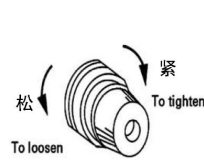

图11 (Fig.11)
- 2.针控线杆的调整(图 11)针线控线杆(B)根据缝线的种类来选择使用状态，放松螺钉(A)将(B)上下移动调整，在使用伸展性较大的缝线时将(B)上移，则针孔处的线环就会变大，利于勾线。
Turn thread knob clockwise for tighter tension and vice versa (Fig.11)